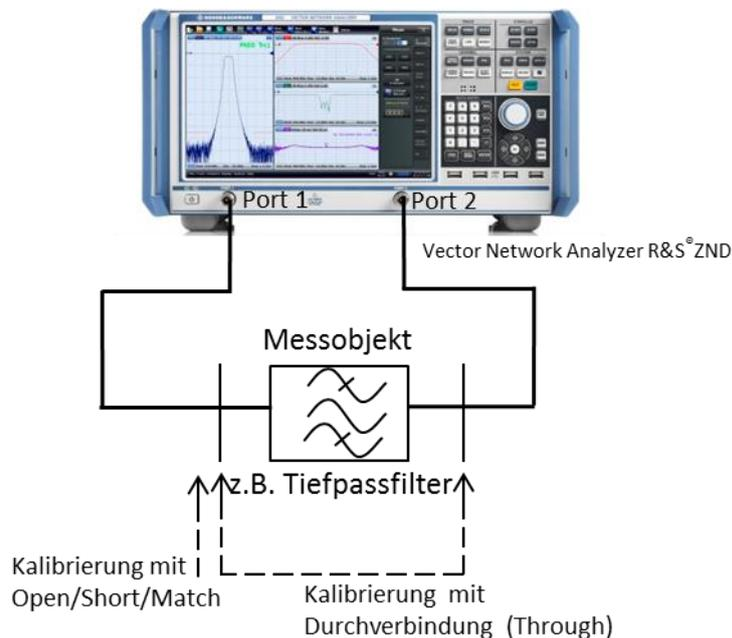

Bild 2-18: Messung der Filtercharakteristik mit dem Vektor Netzwerkanalysator ZNC
Wie in Bild 2-18 zu erkennen, wird der Messaufbau vor der Messung kalibriert. Bei einer vektoriellen Messung sind neben einer Durchverbindung der Messkabel noch drei weitere Kalibrierschritte notwendig. Dazu verwendet man als Kalibrierstandards einen Kurzschluss, einen Leerlauf und einen hochgenauen $50\ \Omega$ Widerstand. Es ist darauf zu achten, dass die genannten Kalibrierstandards am Kabelende angeschlossen werden. Die HF-Eigenschaften (im Wesentlichen die Reflexionsverhalten), dieser Standards sind bekannt, so dass daraus Korrekturwerte ermittelt werden können. Bei der Durchverbindung muss, im Gegensatz zu skalaren Messung mit dem Spektrumanalysator, die Länge bekannt sein, da diese einen Einfluss auf die Phasenmessung hat.
- Den Filter zwischen die beiden Messkabel wie in Bild 2-18 dargestellt anschließen.